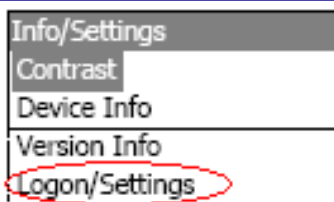

图 1.2.2
2. 进入 Info/Settings 选项后，选择 “ Logon/Settings ” 选项，如图 1.2.2 所示。